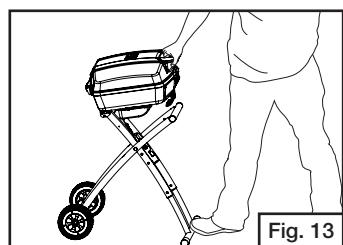

Fig. 13
- Continúe llevando la manija de la tapa hacia usted hasta extender la base por completo. (Fig. 13)